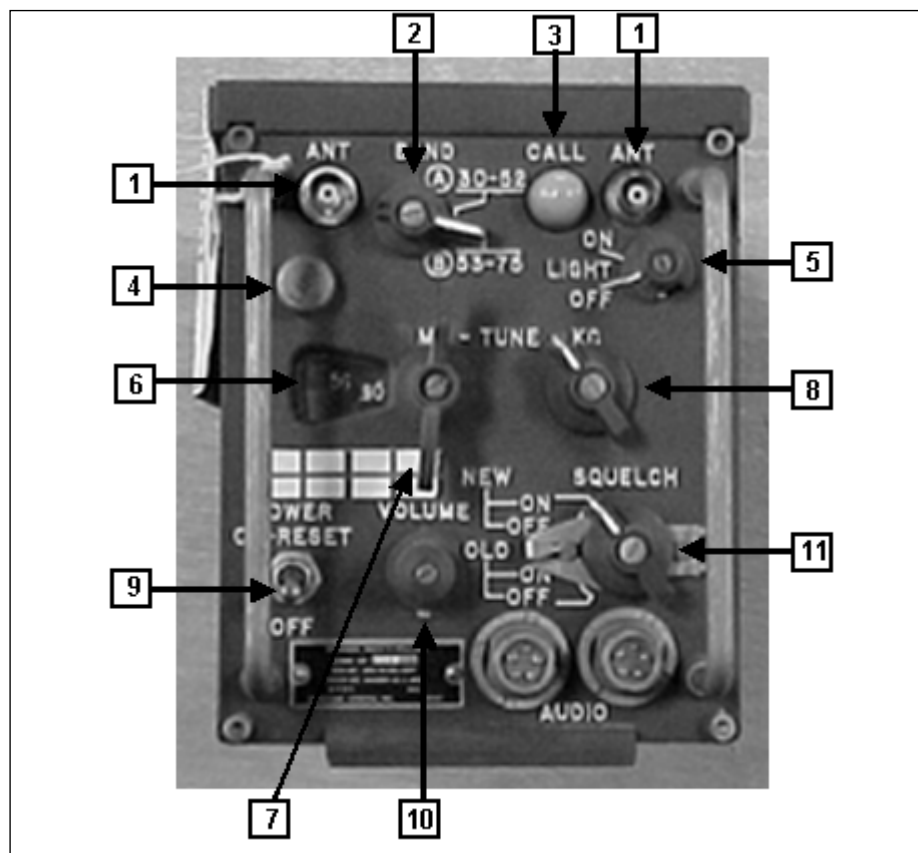

Fig 8-39. Receptor R-442/VRC
(1) Descrição - O R-442/VRC é um receptor compacto, leve e rústico, protegido por uma caixa à prova d'água. Todos os controles para operação estão localizados no painel frontal. Um conector elétrico na parte traseira liga-se a um conector na base MT-1898/VRC. Há dois furos para os pinos-guias nos rebaixamentos traseiros da MT-1898/VRC. A tampa e o fundo da caixa são presos por parafusos.
(2) Painel frontal: (Fig 8-39)